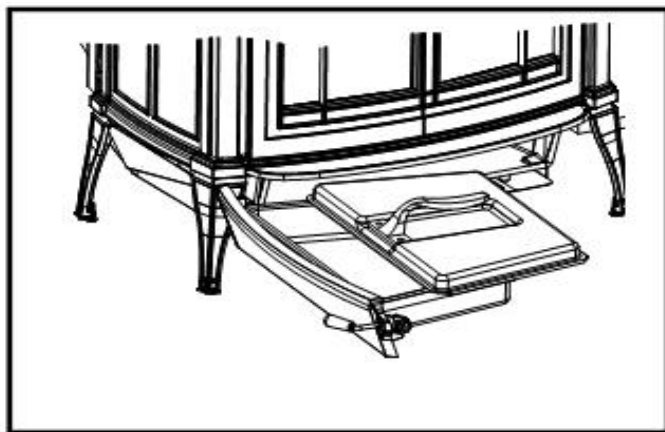

Рис. 39 Поверните ручку дверцы пеплосборника по часовой стрелке для того, чтобы открыть его и против часовой стрелки – чтобы закрыть.
- Закройте решетку и дверцы, откройте дверцу пеплосборника. Она повернется, и пеплосборник выйдет из печи (рис.39).